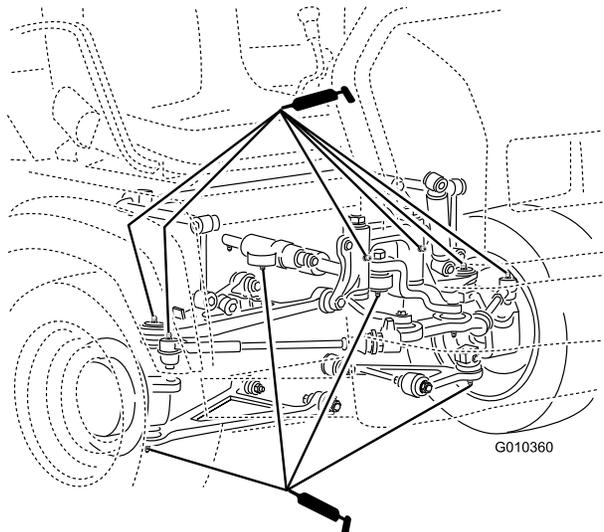

Figura 46
- **Rótulas** (4); consulte Figura 46
- **Montagens articuladas** (2); consulte Figura 46
- **Cilindro de direção** (2); consulte Figura 46
- **Barras de ligação** (2); consulte Figura 46